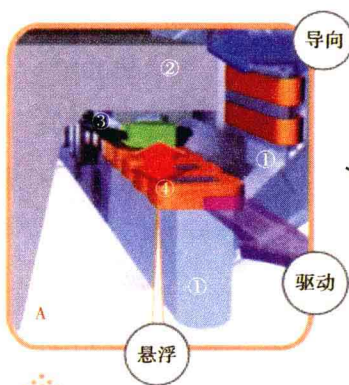

图17.5 吸力型磁悬浮驱动运行原理图
图17.5的图A是吸力型磁悬浮的作用原理图。图A正中处的浅蓝色构件①是列车的支撑架，在它的上方支撑着列车车厢。图A左边铁灰色构件是轨道架②，又称导轨。导轨向右伸出悬臂，悬臂下的绿色块状物③是磁体，再往下的红色构件④是列车上的电磁体。当两个磁体通电之后，具有磁性，同性相吸，就会把红色构件下的列车支撑架提上去，悬浮起来。通过控制电磁铁的电流强度，可以使磁铁吸引力和列车重力相互平衡，让电